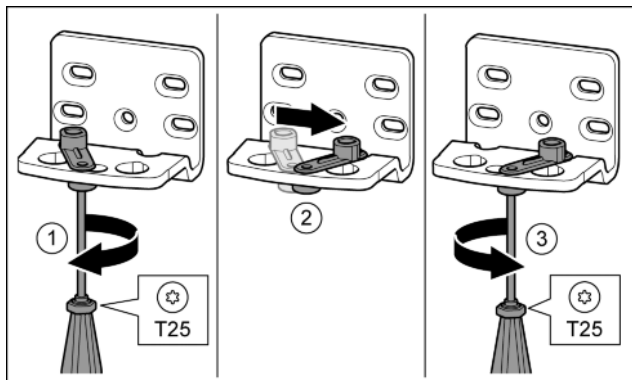

Fig. 16
- ▶ За допомогою викрутки T25 послабте гвинт. Fig. 16 (1)
- ▶ Допоміжний засіб для закривання дверцят підніміть і поверніть в отворі праворуч на 90°. Fig. 16 (2)
- ▶ За допомогою викрутки T25 закрутіть гвинт. Fig. 16 (3)